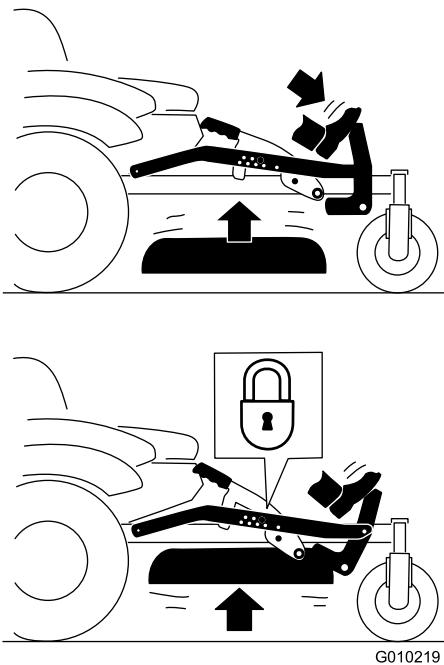

Figura 27
- Pise el pedal para elevar la carcasa; siga pisando el pedal hasta que la carcasa quede bloqueada en la posición de transporte (Figura 27).